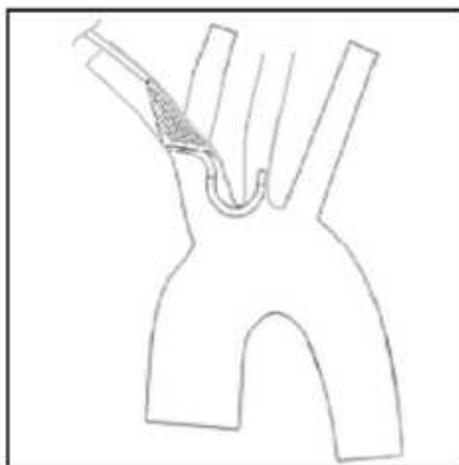
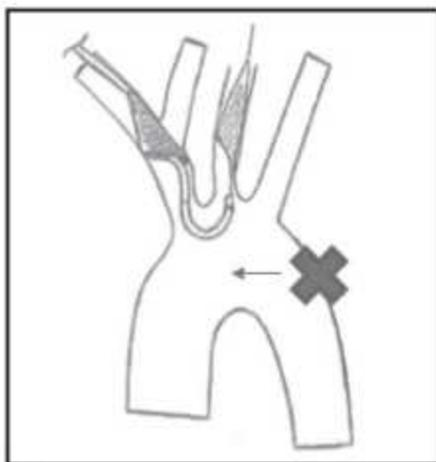

Figura 6.
Figura 8.
15. Coloque la vaina articulada de manera que la curvatura coincida con la confluencia entre las arterias braquiocefálica, aorta y carótida común izquierda y se suba a la carina entre los dos vasos (consulte la figura 6).
Nota: Asegúrese de que la vaina articulada quede en correcta yuxtaposición respecto a la carina y que no sobresalga en el espacio aórtico. Consulte la colocación correcta en la figura 6 y la colocación incorrecta en la figura 8.